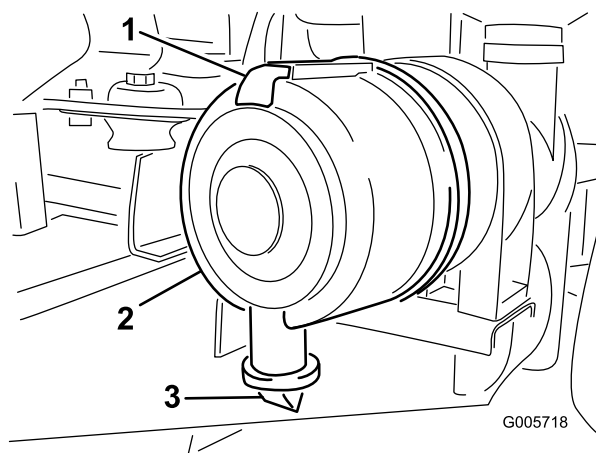

Figura 44
4. Limpe a porta de ejeção de sujeira que se encontra na tampa amovível (Figura 44). Retire a válvula de saída em borracha para fora da tampa, limpe a cavidade e volte a colocar a válvula de saída.
1. Puxe o trinco para fora e rode a cobertura do filtro de ar no sentido contrário ao dos ponteiros do relógio (Figura 44).